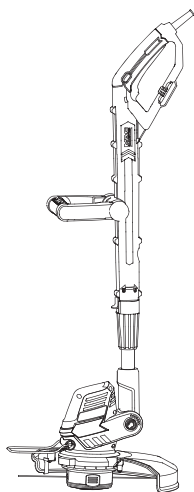
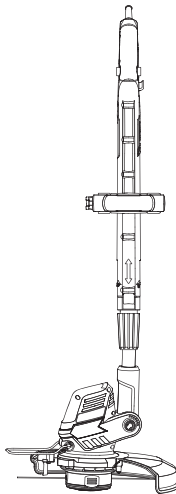

Fig.13
Fig.14
- > Gire o eixo de alavanca para a posição desejada: Ajuste para 0° para cortar relva em terreno plano (Fig.13). Ajuste a 90° ou 180° para aparar arestas próximas de arbustos e paredes (Fig.14,15).
- > Liberte o botão de bloqueio (8) e assegure-se de que este encaixa no seu lugar.